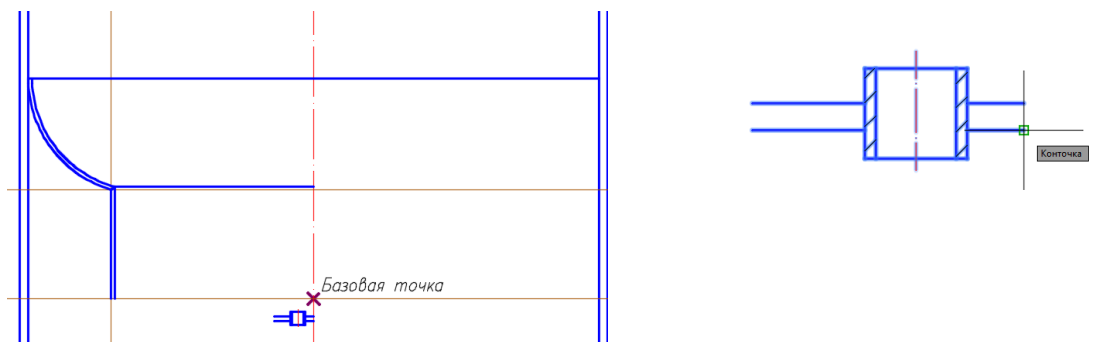

Рис. 87. Копирование стакана оросителя
5.5. Выполнить стакан оросителя по заданным размерам (см. рис. 87). Создать штриховку: стенки стакана – тип штриховки *ANSI31*, масштаб 3, угол 0.